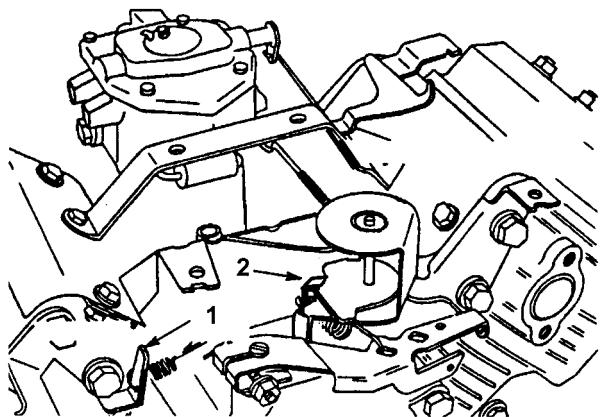

図 47
3. 調速アイドル・スプリング・アンカーの耳(図47)を曲げて 1450 ± 50 rpm に調整する。タコメータで確認のこと。
5. スロットルコントロールを FAST 位置とし、高速アイドル・スプリング・アンカー(図47)の耳を曲げて 2850 ± 50 rpm となるように調整する。